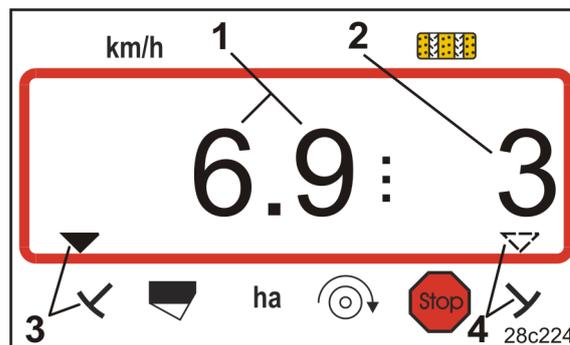

Fig. 26
→ retour à l'écran de travail (Fig. 26).
- la vitesse de déplacement (Fig. 26/1), par ex. 6,9 km/h
- la position de commutation du compteur de jalonnage (Fig. 26/2), par ex. position de commutation 3
- le traceur situé à gauche (Fig. 26/3) est en position de travail
- le traceur situé à droite (Fig. 26/4) est relevé.